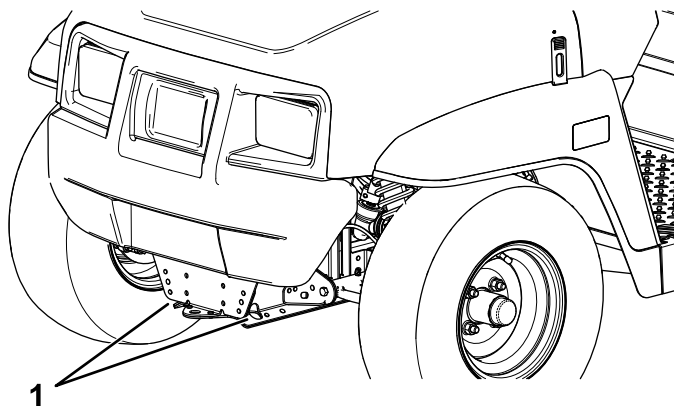
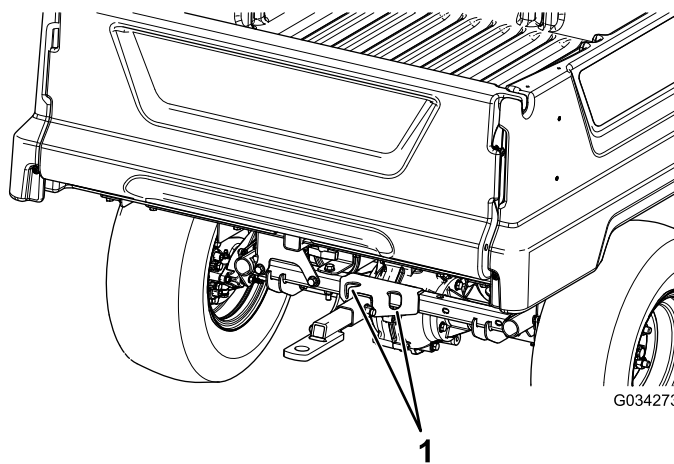

Figura 20
Figura 21
Consultai Figura 20 i Figura 21 pentru locurile de fixare a mainii.
2. Atașați o bară de remorcă pe cârligul de remorcă din partea din față a cadrului mainii (Figura 20).